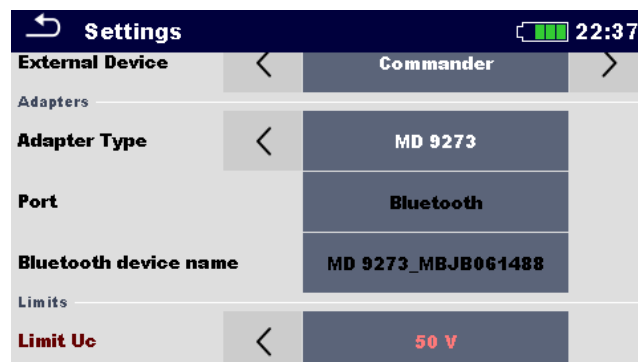

Abbildung A.1: Menü Adaptereinstellung
8. Hauptgerät: Das Menü Allgemeine Einstellungen / Einstellungen öffnen und zum Menü Adapterbereich navigieren, siehe *Abbildung A.1: Menü Adaptereinstellung*.